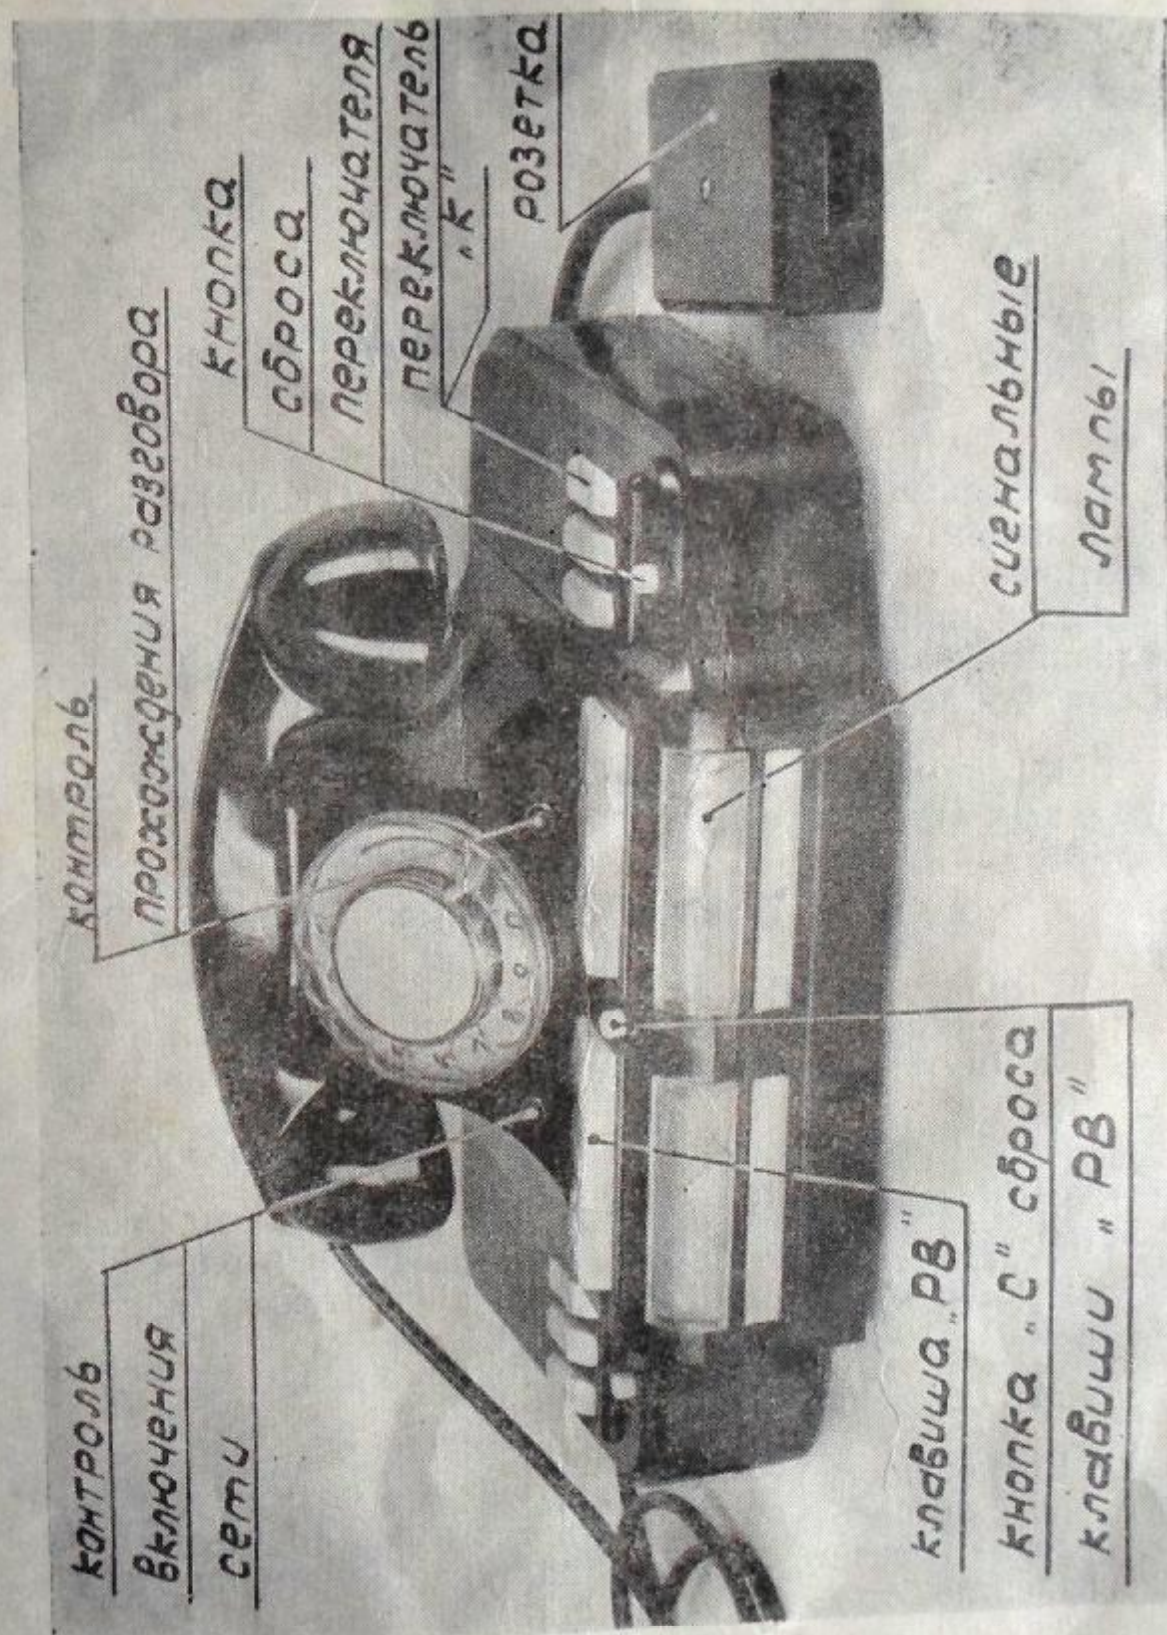

Рис. 1. Коммутирующее устройство.
- а) коммутирующее устройство (рис. 1);